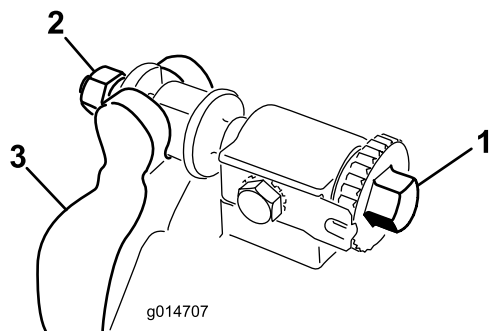

Figure 17
1. Tournez la vis de réglage de la barre d'appui dans le sens anti-horaire pour éloigner la contre-lame du cylindre (Figure 17).